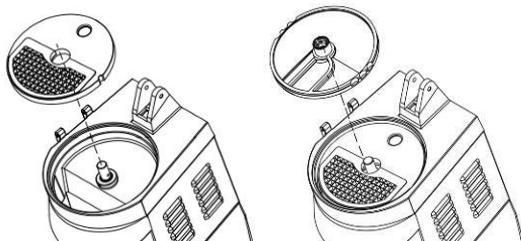

Рис. 10 - Монтаж пары дисковых ножей PS..-DF.
- Сначала следует установить дисковый нож PS..., направляя надрезы вправо, далее установить дисковый нож DF..., поворачивая при этом дисковый нож до момента полной фиксации (рис. 10).